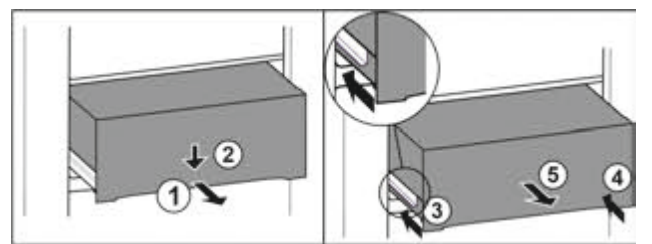

Fig. 88
- ▶ Витягніть ящик на половину. *Fig. 88 (1)*
- ▶ Спрямуйте висувний ящик вниз спереду. *Fig. 88 (2)*
- ▶ Вставте ліву рейку приблизно на 2 см. *Fig. 88 (3)*
- ▶ Вставте праву рейку приблизно на 2 см. *Fig. 88 (4)*
- ▶ Вийняти висувний ящик рухом вперед. *Fig. 88 (5)*